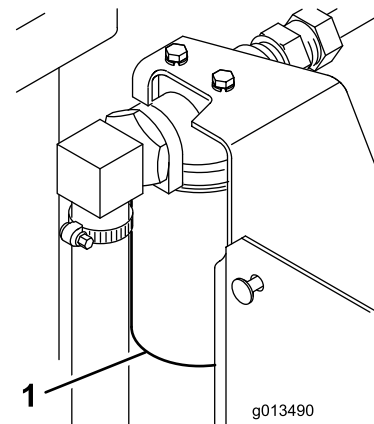

Figura 30
4. Limpe a zona em torno do filtro de óleo hidráulico (Figura 30). Retire o filtro da parte de baixo da estrutura do filtro e deixe o óleo escorrer para um recipiente de escoamento. Utilize uma chave de filtro. Inutilize o óleo e o filtro usados de forma adequada